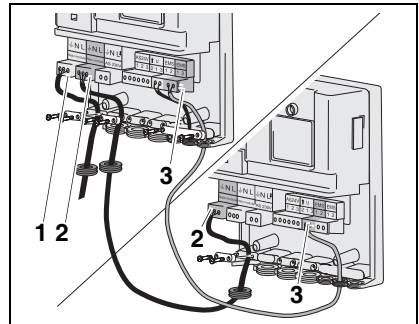

Fig. 4 Conectar dos módulos, realizar la conexión a red
Es posible conectar diferentes módulos (p.ej. EM10 y VM10) entre sí. Para la conexión de dos o más módulos siempre es posible puentear la conexión de red (fig. 4, pos. 2) y la conexión EMS (fig. 4, pos. 3).
- Conecte el controlador de temperatura Logamatic RC a la conexión EMS (fig. 4, pos. 3).
- Empalme la conexión a red de 230 VAC (fig. 2, pos. 1 y fig. 4, pos. 1).